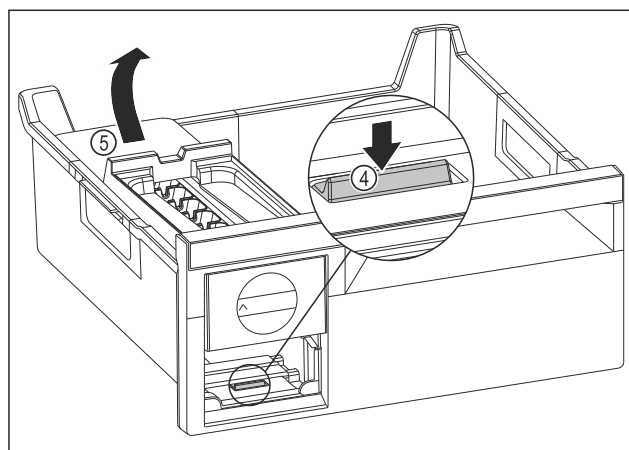

Fig. 117
► Fjern hoveddelen til EasyTwist-Ice: Trykk tappen Fig. 117 (4) ned med fingeren samtidig som hoveddelen til EasyTwist-Ice Fig. 117 (5) løftes opp fra baksiden med den andre hånden.